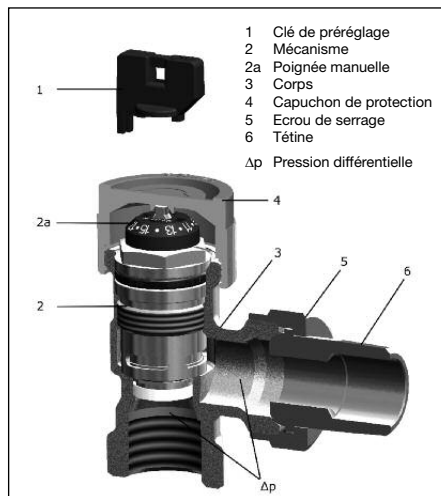

Fig. 5.2 Conception du robinet thermostatique «AQ»
Le débit maximal peut être réglé à l'aide de la clé de préréglage (fig. 5.2, pos. 1) (voir aussi 7.1).
Avec l'appareil de mesure raccordé, la pression différentielle disponible au corps de robinet est mesurée. Pour ce faire, dévisser le mécanisme (pos. 2, fig. 5.2) à l'aide du «Demo-Bloc» et effectuer une mesure avec la tige de mesure de la pression différentielle. Dès lors que la pression différentielle mesurée est égale ou supérieure à la pression différentielle $\Delta p_{\min}$ (voir 4.1), elle est assez élevée pour permettre la régulation automatique du débit par le robinet.
Le robinet thermostatique est livré avec un capuchon de protection plastique (pos. 4, fig. 5.2) protégeant la tige du robinet et servant au réglage manuel de la levée du robinet pendant les travaux de construction.
Le réglage se fait à l'aide de la clé de pré-réglage (pos. 1, fig. 5.2) qui est montée sur la poignée manuelle (pos. 2a, fig. 5.2).